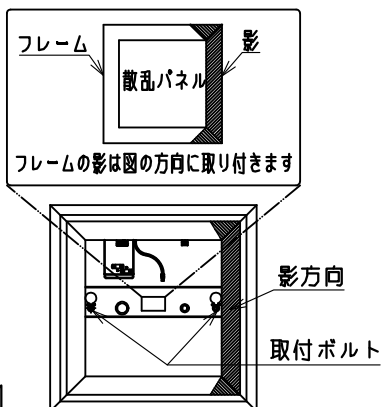

図1
7. 本体の取付方向によりフレームの影方向が決まります。取付方向にご注意ください。本体とフレーム影の位置関係については図1をご参照ください。